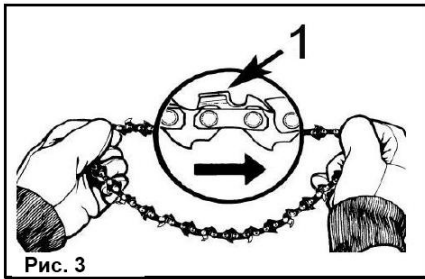

Рис. 3
- . Растяните цепь так, чтобы резцы были направлены ПО ЧАСОВОЙ СТРЕЛКЕ к вращению (Рис. 3).
- . Установите крышку шины (9) на место, удостоверившись, что выравнивающий штифт находится в нижнем отверстии шины. Проверьте, что цепь не соскакивает с шины. Установите предохранительные гайки шины и затяните их вручную.